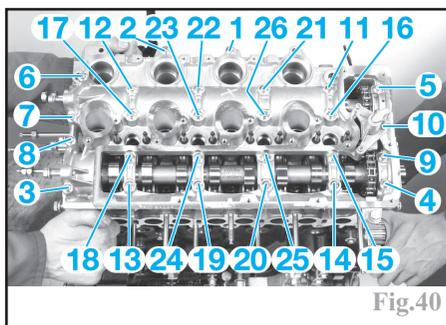

Fig.40
- les vis de fixation du carter d'arbres à cames de (1) à (26) dans l'ordre indiqué (Fig.40).